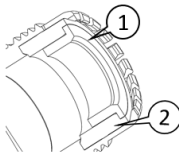

Abb. 9: Richtige Dichtung auswählen
- 1 Das richtige Dichtungszubehör auswählen. Der empfohlene Außendurchmesser des Kabels für die Dichtung (Abb. 9 / Pos. 1) beträgt 20–24 mm.
Der empfohlene Außendurchmesser des Kabels für die Dichtung (Abb. 9 / Pos. 2) beträgt 24,5–30 mm.